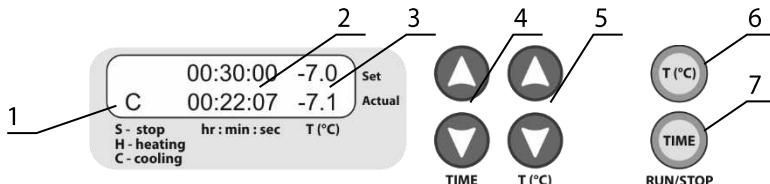
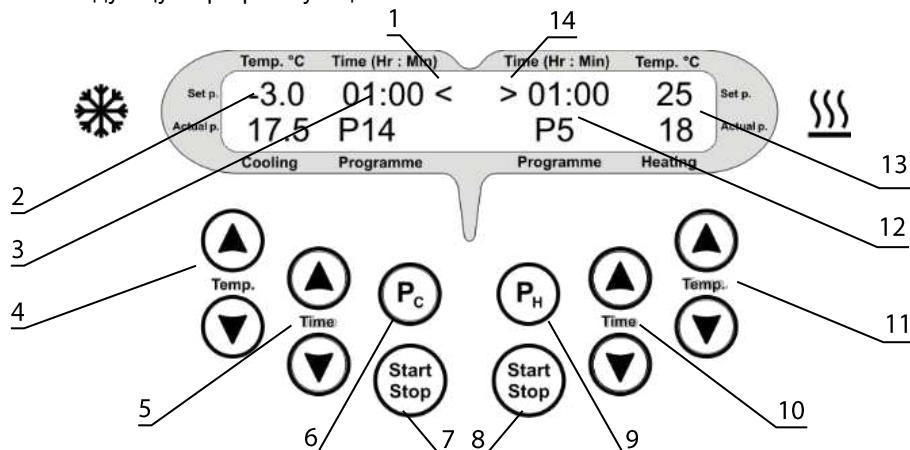
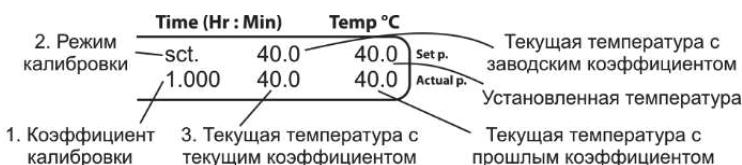

Рисунок 1. Панель управления модели CH-100
Рисунок 2. Панель управления модели CH3-150
Рисунок 3. Панель управления в режиме калибровки
- 5.1.3. **Установка температуры.** Используя кнопки Δ и $\nabla T (°C)$ (рис. 1/5), установите необходимую температуру. Значения отображаются на экране (верхняя строчка, рис. 1/3). Шаг установки температуры равен $0,1^{\circ}\text{C}$. Если кнопка установки удерживается нажатой более 2 секунд, скорость смены значений увеличивается.
- 5.1.4. Нажмите кнопку **RUN/STOP T (°C)** (рис. 1/8) для начала нагрева или охлаждения. Соответствующий статус отобразиться на дисплее, **H** (heating) для нагрева, **C** (cooling) для охлаждения (рис. 1/1). Значения текущей температуры отображаются на дисплее (нижняя строчка, рис. 1/5).
- 5.1.7. После термической стабилизации прибора (т.е. установленная и текущая температура равны, рис. 1/3), откройте крышку блока, поместите образцы и закройте крышку.
- 5.1.9. Используя кнопки Δ и $\nabla TIME$ (рис. 1/4), установите необходимый промежуток времени. Значения отображаются на экране (верхняя строчка, рис. 1/2). Шаг установки времени равен 1 минуте. Если кнопка установки удерживается нажатой более 2 секунд, скорость смены значений увеличивается.
- 5.1.10. Нажмите кнопку **RUN/STOP TIME** (рис. 1/7) для начала отсчёта времени. Истёкшее время отображается в нижней строчке дисплея (рис. 1/2). Когда установленное время истечёт, таймер останавливается и раздаётся звуковой сигнал.
Внимание! По истечении установленного времени нагрев или охлаждение не останавливается. Нажмите кнопку **RUN/STOP T (°C)** (рис. 1/7) чтобы остановить нагрев или охлаждение.
5.2.4. **Выбор программы.** Нажмите кнопку **Pc** (рис. 2/6) для выбора охлаждающих программ или кнопку **Ph** (рис. 2/9) для нагревающих. Каждое нажатие выбирает следующую программу в цикле.
5.2.5.1 Программы для охлаждения. Зажмите и держите нажатой кнопку **Pc** в течении 4 секунд пока на дисплее не появится символ < (рис. 2/1).
С помощью кнопок **▲** и **▼ Temp.** (рис. 2/4) настройте температуру. Шаг установки 0,1°C. Установленные значения отображаются в верхней строчке слева, **Set p.** (рис. 2/2).
С помощью кнопок **▲** и **▼ Time** (рис. 2/5) установите необходимое время работы в часах и минутах. Шаг установки 1 минута. Установленные значения отображаются в верхней строчке слева, **Set p.** (рис. 2/3).
5.2.5.2 Программы для нагрева. Зажмите и держите нажатой кнопку **Rn** в течении 4 секунд пока на дисплее не появится символ > (рис. 2/14).
С помощью кнопок **▲** и **▼ Temp.** (рис. 2/11) настройте температуру. Шаг установки 1°C. Установленные значения отображаются в верхней строчке справа, **Set p.** (рис. 2/13).
С помощью кнопок **▲** и **▼ Time** (рис. 2/10) установите необходимое время работы в часах и минутах. Шаг установки 1 минута. Установленные значения отображаются в верхней строчке справа, **Set p.** (рис. 2/12).
5.2.8. Нажмите кнопку **Start Stop** (рис. 2/7 или 2/8) для начала отсчёта времени охлаждения или нагрева.
- 6.2. Для введения калибровочного коэффициента держите нажатой кнопку **RUN/STOP TIME** (рис. 1/7, **CH-100**) или **Start Stop** (рис. 2/7, **CH3-150**) дольше 8 с для входа в калибровочный режим. На дисплее появится калибровочная панель, как показано на рис. 3.
- 6.3. **Восстановление заводских установок.** Чтобы восстановить заводские установки, с помощью кнопок **▲** и **▼ Temp.** или **T (°C)** установите значение коэффициента 1.000, как показано на рис. 3/1. Нажмите кнопку **RUN/STOP TIME** или **Start Stop**, чтобы сохранить изменения.
- 6.4.4. Предположим, что показания независимого сенсора составляют 39°C, а текущая температура на дисплее — 40°C (рис. 3/4). В этом случае необходимо добавить коррекцию 1°C.
- 6.4.5. Держите нажатой кнопку **RUN/STOP TIME** (рис. 1/7, **CH-100**) или **Start Stop** (рис. 2/7, **CH3-150**) дольше 8 с для входа в калибровочный режим. На дисплее появится калибровочная панель, как показано на рис. 3.